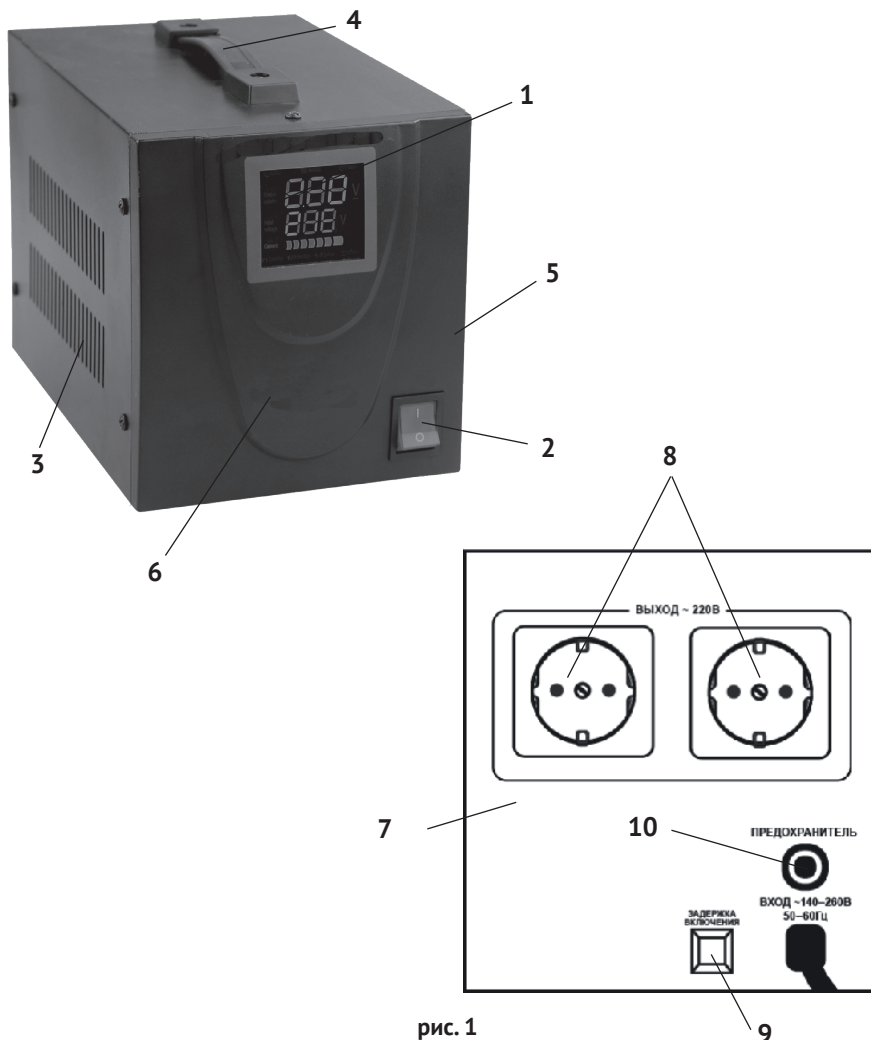
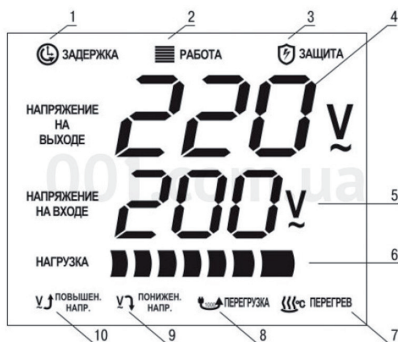

рис. 1
рис.2
1.6 Внешний вид\* стабилизатора представлен на рис.1
1.7 В металлическом корпусе (рис.1 поз.5) размещены основные узлы стабилизатора: автотрансформатор, плата управления (микропроцессор), силовые ключи (реле), приборы контроля и управления. На передней панели стабилизатора (рис.1 поз.6) находятся: многофункциональный дисплей (рис.1 поз.1), отображающий все режимы работы стабилизатора и выключатель с двумя фиксированными положениями: «I» - ВКЛ. и «0» - ВЫКЛ.
На задней панели (рис.1 поз.7) расположены: две розетки «евро» (рис.1 поз.8) подключения нагрузки, предохранитель плавкий (рис.1 поз.10), кнопка включения задержки (рис.1 поз.9) и кабель питания с вилкой
Многофункциональный дисплей (рис.2) на передней панели отображает все режимы работы стабилизатора.
Трёхзначные цифровые индикаторы показывают: (рис.2 поз.4) – напряжение на выходе (к подключённым потребителям), (рис.2 поз.5) – напряжение на входе в стабилизатор (питающей сети).
«ЗАДЕРЖКА» (рис.2 поз.1) – задержка подачи выходного напряжения применяется как при штатном (первичном) запуске стабилизатора, так и при запуске после экстренного отключения от питающей сети в автоматическом режиме. Длительность задержки включения от 6 секунд до 180 секунд изменяется кнопкой (рис.1 поз.9) на задней панели. Кнопка нажата – задержка 180 с, кнопка отжата – задержка 6 с.
«РАБОТА» (рис.2 поз.2) – высвечивается при нормальной работе стабилизатора: напряжение сети в пределах регулируемого диапазона (140-260В), не превышена нагрузочная мощность, нормальный температурный режим трансформатора.
«ЗАЩИТА» (рис.2 поз.3) – высвечивается при выходе за крайние пределы параметров, которые отображают индикаторы нижнего ряда дисплея. При этом происходит автоматическое защитное отключение стабилизатора:
1- превышение входного напряжения (свыше 260В) – высвечивается индикатор «ПРЕВЫШ. НАПР.» (рис.2 поз.10);
2 - падение входного напряжения (менее 140В) – высвечивается индикатор «ПОНИЖЕН. НАПР.» (рис.2 поз.9);
3 – превышение мощности нагрузки (около 120% от максимальной) – высвечивается индикатор «ПЕРЕГРУЗКА» (рис.2 поз.8). Если в течение 1 часа работы 3 (или более) раз сработает защита от «ПЕРЕГРУЗКИ», необходимо (отключив АСН) и уменьшить подключённую нагрузку;
4 – перегрев обмоток трансформатора (свыше 120°C) - высвечивается индикатор «ПЕРЕГРЕВ» (рис.2 поз.7).
«НАГРУЗКА» (рис.2 поз.6) - высвечивается (при нормальной работе) часть индикатора, отображающая степень подключённой нагрузки к максимально возможной мощности данной модели стабилизатора.
Автоматический выключатель «БАЙПАС» (рис.1 поз.9) включают при стабильном напряжении питающей сети, а также при выходе из строя силовой сети стабилизатора или электронных цепей управления, когда нет необходимости (или возможности) работы стабилизатора. При этом выключатель «СЕТЬ» - в по-
ложении выключено. При включении режима «БАЙПАС» дисплей не высвечивается. При включении выключателя «СЕТЬ» (рис.1 поз.8), выключатель «БАЙПАС» автоматически отключается.
- при кратковременном (до 10 секунд) включении выключателя (рис.1 поз.2), проверить правильность подключения – дисплей (рис.1 поз.1) должен показать на цифровых индикаторах: величину входного напряжения (рис.2 поз.5) и вы-
ходное напряжение 220 В (рис.2 поз.4);
- выключить выключатель и подключить нагрузку к розеткам «евро» (рис.1 поз.8);
- включить выключатель (рис.1 поз.2).